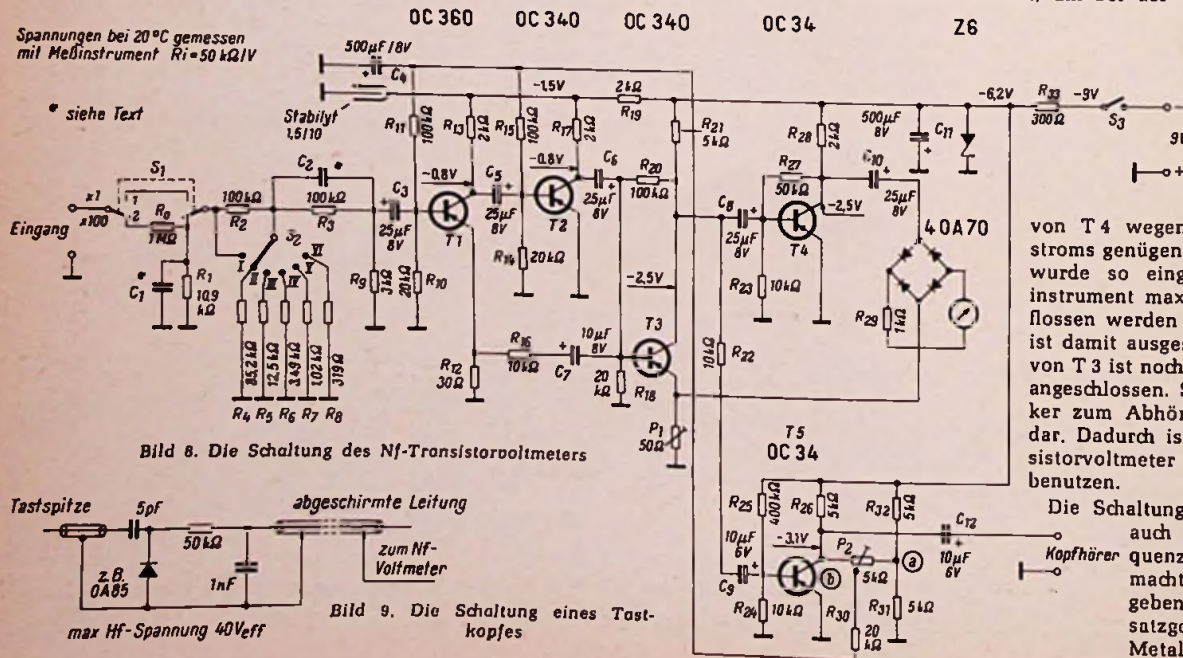

Bild 8. Die Schaltung des Nf-Transistorvoltmeters
Der Verstärker wurde so ausgelegt, daß bei einer Eingangsspannung von 150  $\mu V$  (1) an der Basis der ersten Stufe im Kollektorstrom der letzten Stufe ein Wechselstrom von 1 mA fließt. Das entspricht einer Leistungsverstärkung von  $3 \cdot 10^6 = 85 dB$ . Um noch eine wirksame Gegenkopplung anzubringen, wurde die Schaltung nach Bild 8 mit vier Stufen gewählt, so daß ohne Gegenkopplung die Verstärkung etwa 120 dB beträgt. Die Gegenkopplung ist notwendig zur Linearisierung des Ausgangsstroms und des Frequenzganges.